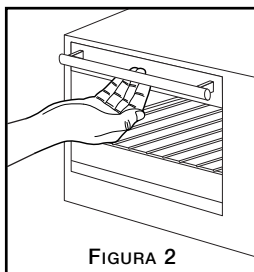

FIGURA 2
Paso 1. Agarre el centro de la manija con las yemas de los dedos (*Véase la Figura 2*).